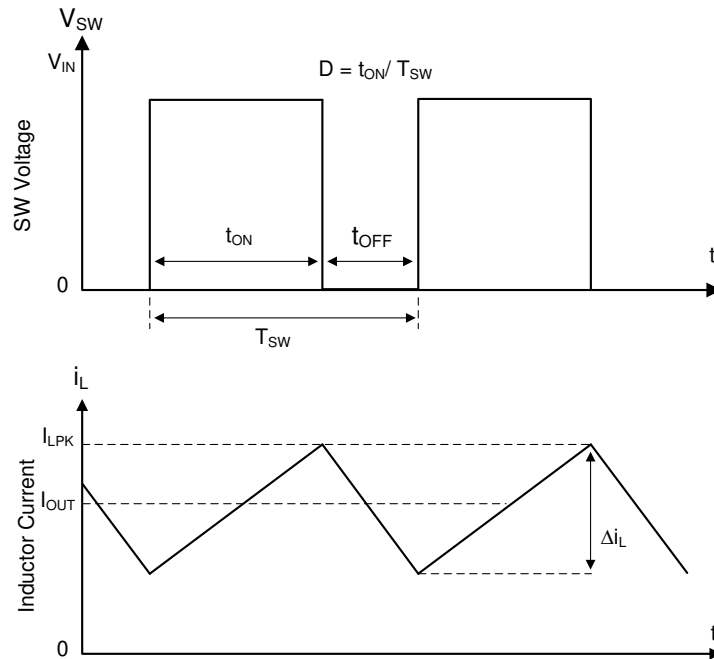

图 7-1. 连续导通模式 (CCM) 下的 SW 节点和电感器电流波形
LMR514xx 的以下运行说明涉及 功能方框图 和 图 7-1 中的波形。LMR514xx 是一款同步降压转换器，具有集成式高侧 (HS) 和低侧 (LS) 开关 (同步整流器)。LMR514xx 通过使用受控的占空比打开高侧和低侧 NMOS 开关，来提供稳定的输出电压。高侧开关导通期间，SW 引脚电压上升至约 V_{IN} ，电感器电流 i_L 以线性斜率 $(V_{IN} - V_{OUT})/L$ 增加。当高侧开关被控制逻辑关闭时，低侧开关在经过反穿死区时间后将会导通。电感电流通过低侧开关以斜率 V_{OUT}/L 放电。降压转换器的控制参数为占空比 $D = t_{ON}/T_{SW}$ ，其中 t_{ON} 是高侧开关导通时间， T_{SW} 是开关周期。转换器控制环路通过调整占空比 D 来维持恒定的输出电压。在可忽略损耗的理想降压转换器中， D 与输出电压成正比，与输入电压成反比： $D = V_{OUT}/V_{IN}$ 。